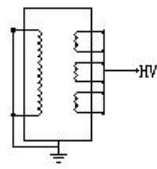

图 6-3 PT 接法
- (3)：反接法、电压为 2KV、二次侧对一侧次及地、接线见图 6-3